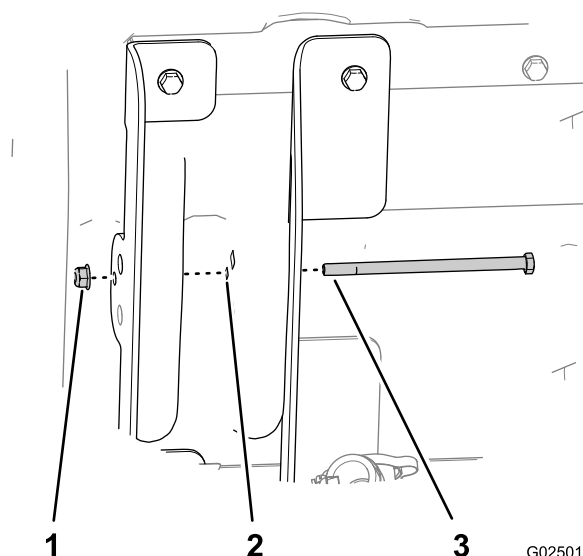

Figura 5
7. Introduzca el perno de cabeza hexagonal (5/16 x 5-1/2 pulgadas) a través del taladro de 79 mm del soporte de elevación interior (pestañas largas), la estructura de la plataforma y el soporte de elevación exterior de la plataforma (pestañas cortas), según se muestra en Figura 5.
8. Sujete el perno con la tuerca con arandela prensada (5/16 pulgada) y apriétela a mano (Figura 5).
11. Apriete la tuerca con arandela prensada que sujeta el perno (5/16 pulgada) hasta que quede ajustada (Figura 5).